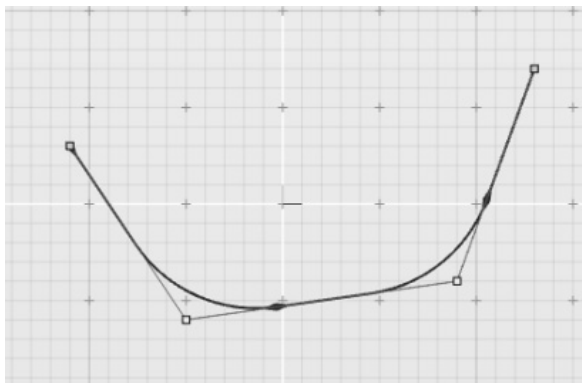

图 3-33 改变控制点处的半径值
2) 选中其中的控制点，改变控制面板中的半径值，可见在折角处出现圆角，如图 3-33 所示。